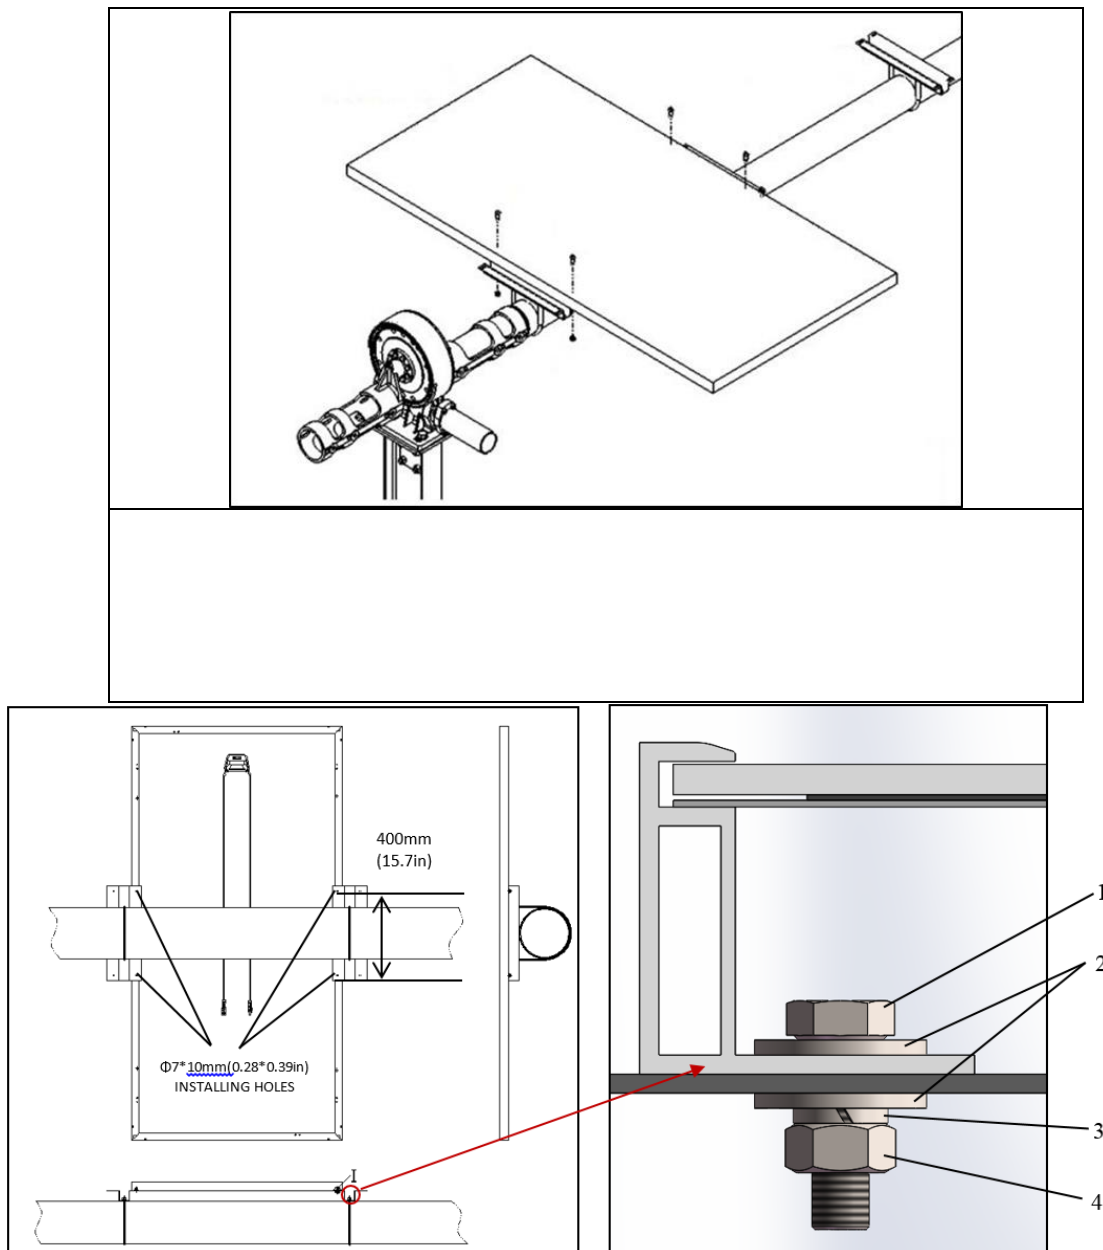

Figura 3. Modulo fotovoltaico installato con sistema di inseguimento ad asse singolo
posizione indicata nella Figura 3.
- Assicurare il modulo in ciascuna posizione di fissaggio con un bullone M6, due rondelle piatte, una rondella elastica e un dado, come mostrato nella Figura 3.